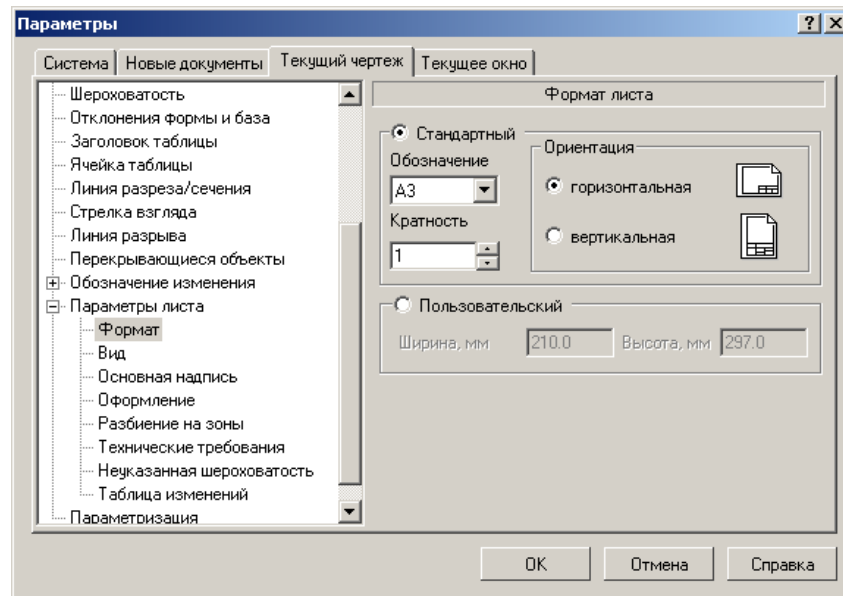

Рисунок 9.1 – Зміна формату аркуша
3. Якщо необхідно змінити формат аркуша (рамку з основним написом) виберіть команду меню **Сервіс – Параметри** (рис. 9.1). У діалоговому вікні